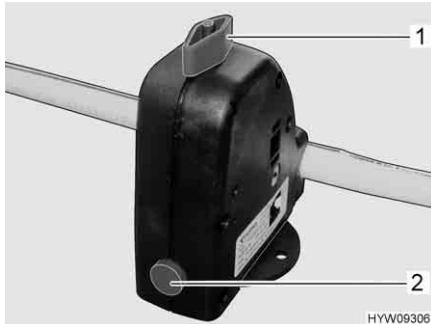

Fig. 154 Valvola di sicurezza/di scarico (Truma)
- Chiudere la valvola di sicurezza/di scarico (Truma). A tal fine ruotare la manopola (Fig. 154,1) verticalmente rispetto alla valvola di sicurezza/di scarico e premere verso l'interno il bottone automatico (Fig. 154,3). Con temperature inferiori a 6 °C non è possibile chiudere la valvola di sicurezza/di scarico.